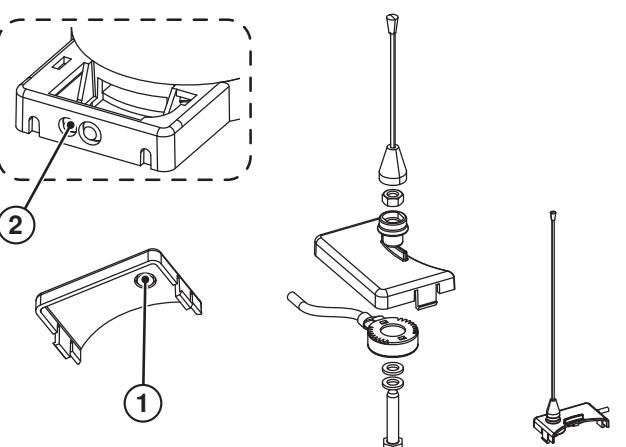

Fig. 12
<ol style="list-style-type: none"> <li>1. Aprire i fori prefatturati, Ø9 (Fig. 12 rif. ① ②).</li> <li>2. Montare l'antenna e gli accessori a corredo (Flg. 12).</li> <li>3. Infilare il cavo dell'antenna separandolo da quello dell'alimentazione.</li> <li>4. Posizionare il supporto antenna e quindi la calotta.</li> </ol>